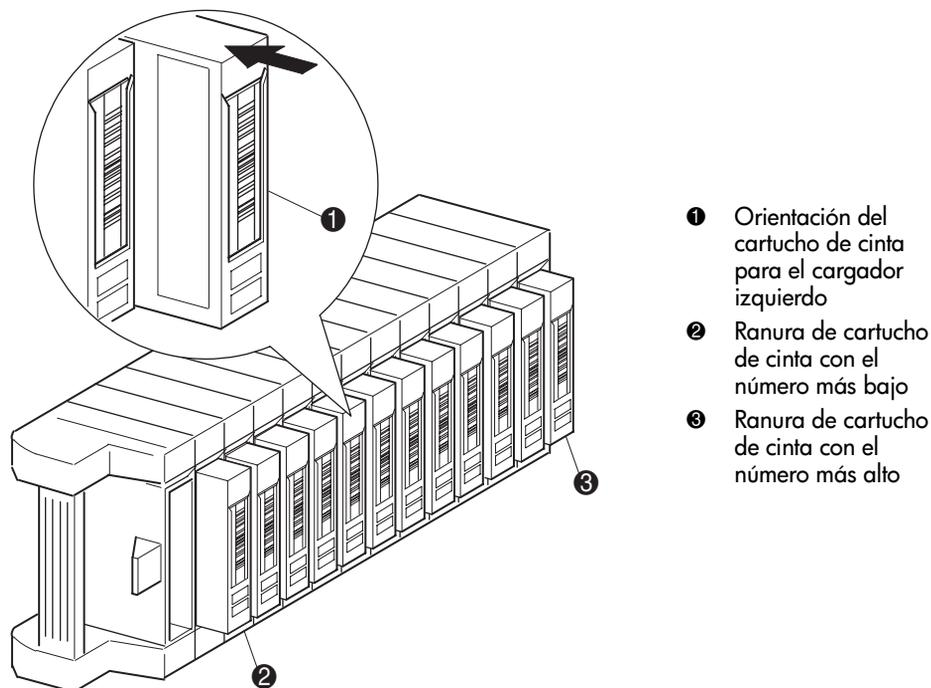

Figura 59: Inserción de un cartucho de cinta (se muestra el tipo SDLT y el cargador izquierdo)
La Figura 59 muestra un cargador izquierdo completo. Para los modelos de dos unidades, la ranura de cartucho de cinta con el número menor ② es la más cercana a la parte frontal del cargador izquierdo. Para los modelos de cuatro unidades, la ranura de cartucho de cinta con el número menor ② es la más cercana a la parte frontal del cargador superior izquierdo.
Inserte los cartuchos de manera que las etiquetas de código de barras queden orientadas hacia el exterior (consulte la Figura 59).